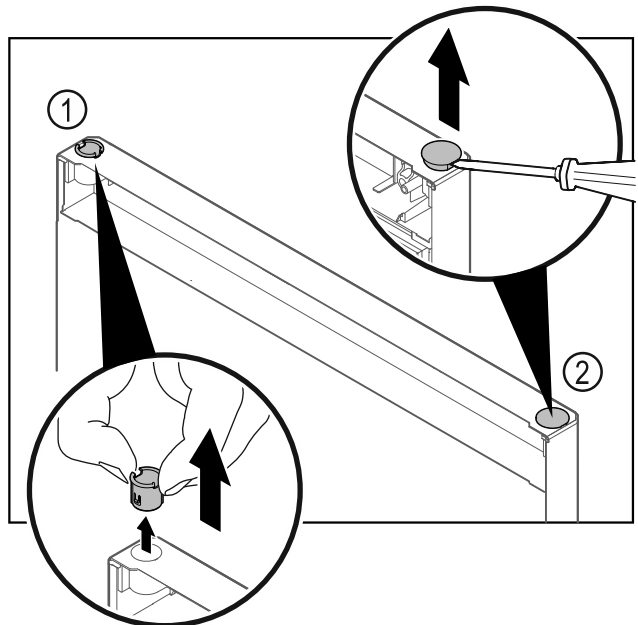

Fig. 7
- Estrarre la boccola cerniera Fig. 7 (1) con le dita.
- Con un cacciavite a testa a intaglio sollevare con cautela il tappo Fig. 7 (2) ed estrarlo.